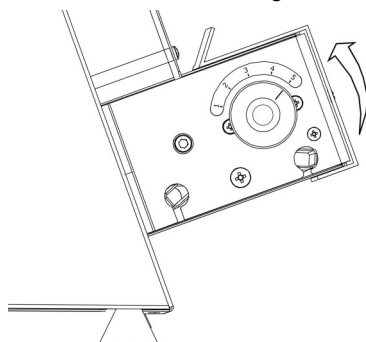

FIG.6 (Regolazione spessore) / (Regulierungen)
2. Ruotare il pomello metallico (**FIG 6**);
2. Den Metallknopf drehen (**FIG. 6**);